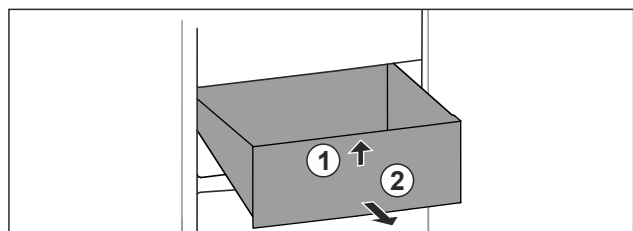

Fig. 114
- ▶ Emelje meg a fiók elejét. Fig. 114 (1)
- ▶ Vegye ki a fiókot előrefelé. Fig. 114 (2)